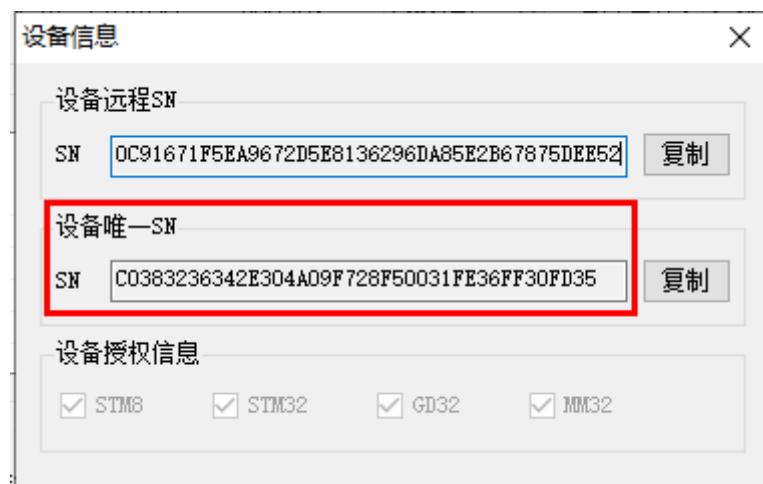

图 2-1 设备唯一 SN
- 1) 用户将需要增加芯片支持的 P100 脱机下载器连接到配置软件（此时 P100 脱机下载器已经位于 USB 连接界面，并且上位机能正确识别到 P100 脱机下载），点击“设备信息->设备安全信息”，复制窗口中的 20 字节的唯一 SN 到剪贴板，请确保唯一 SN 的粘贴过程中未出错，如图 2-1 所示：